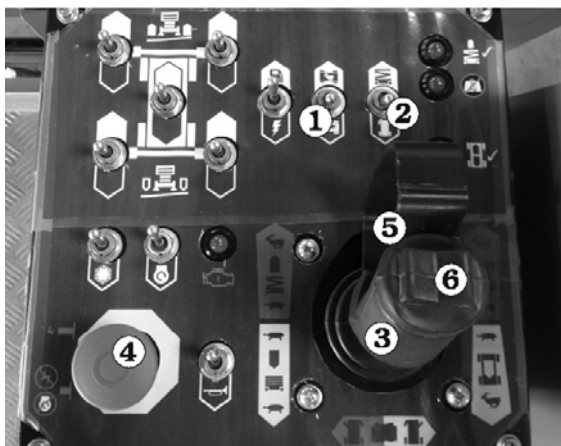

Fig. 8.9
2. Sätt hastighetsbrytaren ① till läge "Sköldpadda" (sakta) (se Fig. 8.9) om du ska köra nära andra föremål eller behöver flytta S3970RT / S3370RT / S2770RT mycket sakta av andra orsaker.
3. Sätt Väljaren för "Lyft/Körning" ② i läge "Körning" (se Fig. 8.9).
4. Dra in och håll kvar "Dödmansgreppet" ⑤ mot joysticken ③ (se Fig. 8.9).
6. För att svänga åt höger eller vänster, tryck ned och håll kvar "Tumbrytaren" ⑥ för styrning på toppen av joysticken ③ (se Fig. 8.9).